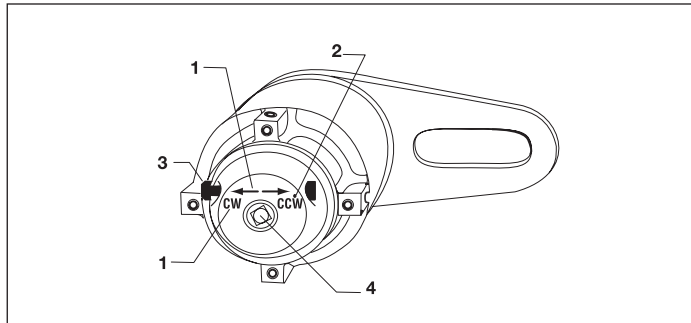

Fig. 3, Ineffektändsdetalj (visas inställd för medurs rotation)
Väljarspärren (fig. 3, nr 3) måste ställas i neutralläget och justerskraven för neutrallägesinställning (fig. 3, nr 3) måste dras åt för att låsa väljarspärren för drift av motorenheten. Den kontrollerar momentmultiplikatorns rotationsriktning för manuellt applicerad ineffekt. (Finns ej på modellerna E290+, E291, E391). Använd inte slagnyckel för motordrift, eftersom det kommer att resultera i skada på multiplikatorns kraftöverföring.
2. Ställ in önskad rotationsriktning genom att trycka på väljarspärren (fig. 3, nr. 3) i den riktning som indikeras av bokstäverna och riktningsspilarna som stansats in på ineffektslådan (fig. 3, nr. 1). EXEMPEL: "CCW" för moturs rotation: tryck spärren till sitt ändläge i den riktning som visas av "CCW"-pilen. För medurs rotation, tryck spärren i den motsatta "CW"-riktningen (medurs). (Finns ej på modellerna E290+, E291, E391).
Modeller med anti-motreaktionsanordning med en momentnyckel applicerar du tillräckligt ineffektsmoment för att frigöra den interna anti-motreaktionsanordningen: bibehåll momentineffekten och tryck på väljarspärren (fig. 3, nr. 3) i motsatt riktning (EXEMPEL: Spärr inställd i medursriktning (CW) måste ställas om till motursriktning (CCW)). Lätta långsamt på ineffektsmomentet. (Finns ej på modellerna E290+, E291 eller E391).
Använd en godkänd anslagsfri motordrivenhet med modellerna: (endast E391, E392, E393, E492, E493, E494 eller E495). Lås väljarspärren i Neutral-läget genom att centrera den mellan lägena "CW" och "CCW" och dra åt justerskraven (fig. 3, nr. 2).